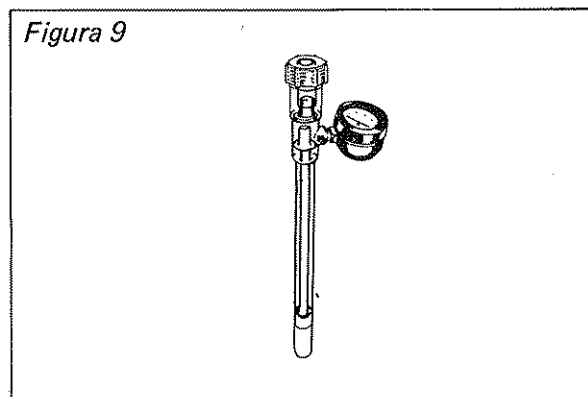

Figura 9
- e) Introducir el tubo con cuidado para no romper la cápsula (Figura 9).